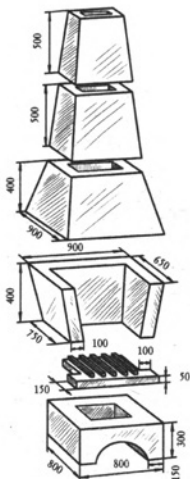

Рис. 57. Конструкция камина (размеры указаны в миллиметрах)
2. Пока отвердевает бетон, из тонких досок изготовьте опалубку для деталей камина в соответствии с рис. 57 и отлейте все необходимые детали из огнеупорной смеси, затворив ее согласно инструкции производителя. Чтобы отливки легко извлекались из опалубки, предварительно покройте ее полиэтиленовой пленкой.